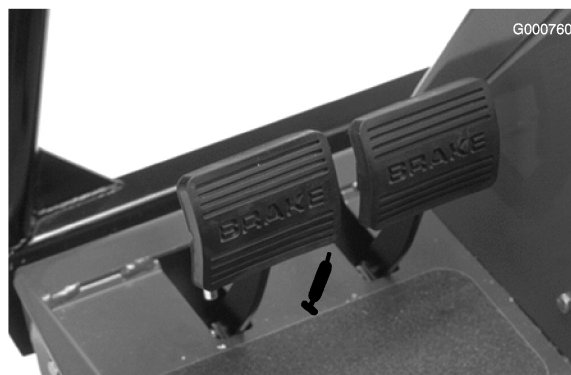

Figura 37
- Veio do pedal de travão (1) (Figura 37)